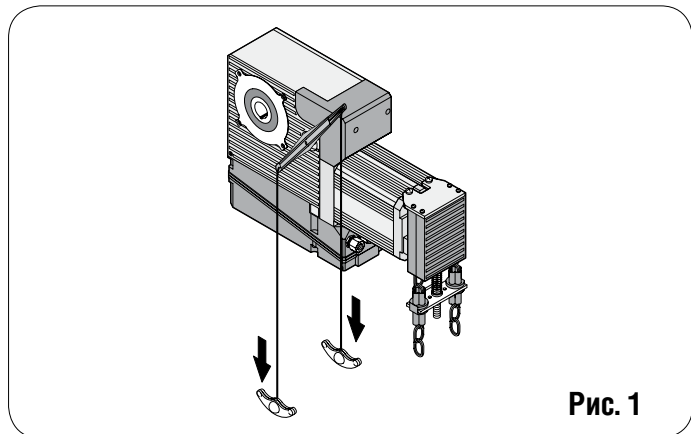

Рис. 1
**Если дверь приходится перемещать в ручном режиме по причине отказа в цепи питания или неисправности автоматизированной системы, отключите питание от системы и используйте систему разблокировки следующим образом: разблокируйте привод путем вытягивания каната с помощью красной рукоятки (см.рис. 1) вниз до момента достижения рычагом концевого ограничителя движения. Для восстановления автоматического режима работы полностью закройте дверь и осуществите тягу каната посредством красной кнопки до тех пор, пока рычаг не вернется в свое первоначальное положение.**